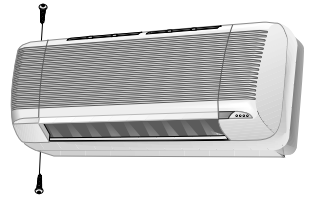

Рис. 6
- Удалите Эти три винта (см. рис. 6).
- Удалите винты крепления лицевой панели. Их число и расположение зависят от модели (см. рис. 6).
- На модели WTN-35 нужно снять только левую часть. Расположение винтов показано на рис. 6.
- В зависимости от модели, установите правую, левую и нижнюю панели с помощью двух, трех или шести винтов; см. рис. 6.